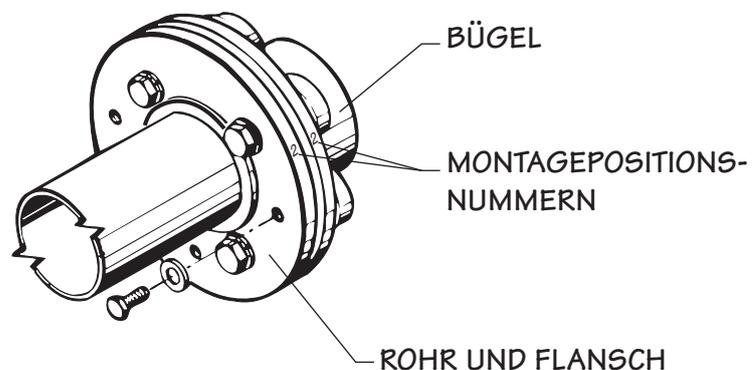

Bild 3 Serie 6Q
Marley-Antriebswellen bestehen aus einem Motor und einem Geareducer-Bügel mit Gummibuchsen und einer Rohr- und Flanschbaugruppe. Die Antriebswellen werden dynamisch ausbalanciert und die Rohr- und Bügelflansche verfügen über Montagepositions-Markierungen. Siehe Bild 3. Verändern Sie während der Installation nicht die Position und Zuordnung der mit den Montagepositionen markierten Komponenten.
7. Ersetzen Sie die Rohr- und Flanschbaugruppe der Antriebswelle. Versichern Sie sich, dass die Nummern auf den Rohrflanschen mit den entsprechenden Nummern am Motor- und Geareducer-Bügel übereinstimmen. Verschrauben Sie $\frac{5}{8}$ " Maschinenschrauben oder Kopfschrauben in jedes Ende der Antriebswelle. Ziehen Sie sie progressiv mit einem Drehmoment von 82 Nm an. Siehe Bild 3 und 4.